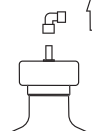

Рис.2
2. Соединительную трубку можно легко снять для очистки. Используйте теплый мыльный раствор.(Рис.2)